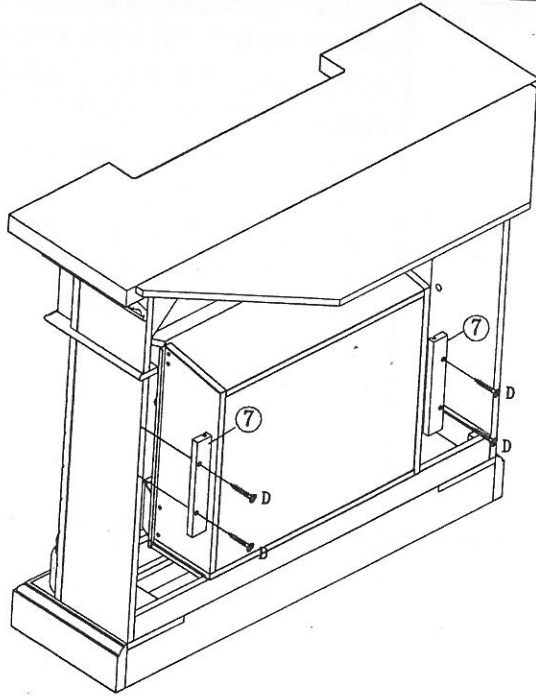

Figure 7
INSERT FIREBOX FROM THE BACK OF FIREPLACE. MAKE SURE FIREBOX IS PRESSED TIGHTLY AGAINST THE ASSEMBLED UNIT. ATTACH WOOD HOLDERS (7) ON THE SIDES OF FIREBOX. INSERT 4PCS FLAT HEAD LONG SCREW (D) THROUGH PREDRILLED HOLES ON WOOD HOLDER (7) AND TIGHTEN INTO CORRESPONDING HOLES ON BACK OF LEFT AND RIGHT FORNT PANELS (2.3). AS FIGURE 7 SHOWN.